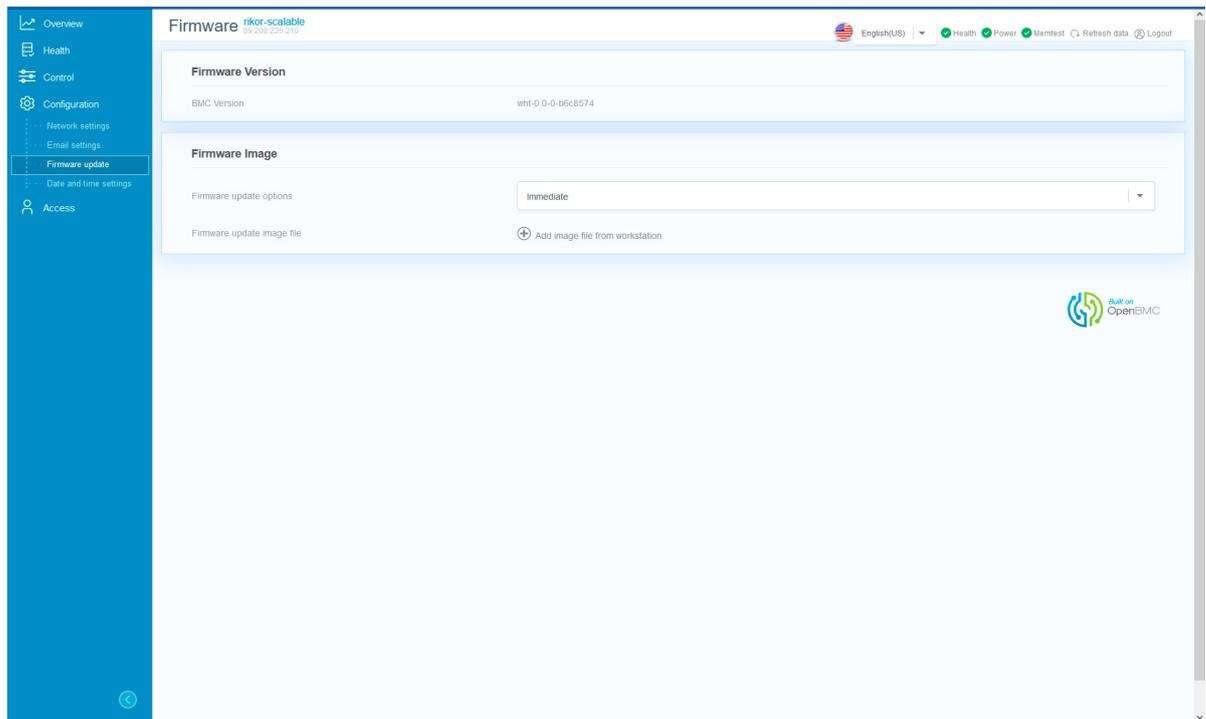

Рис. 81. Меню Firmware update
- 2) Пройдите во вкладку «Configuration» → «Firmware update». Окно показано на рис. 81 Меню Firmware update